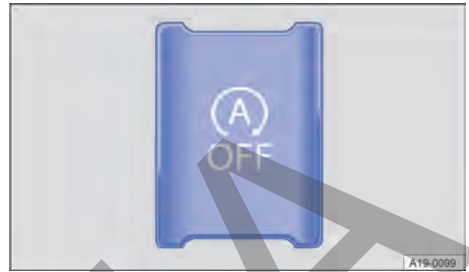

Fig. 133 En la parte inferior de la consola central: tecla del sistema Start-Stop.
- Para desconectar manualmente el sistema, pulse la tecla  de la consola central. Cuando el sistema Start-Stop está desconectado, se enciende el testigo de control de la tecla → fig. 133.
- Para volver a conectar manualmente el sistema, pulse de nuevo la tecla  de la consola central → fig. 133.